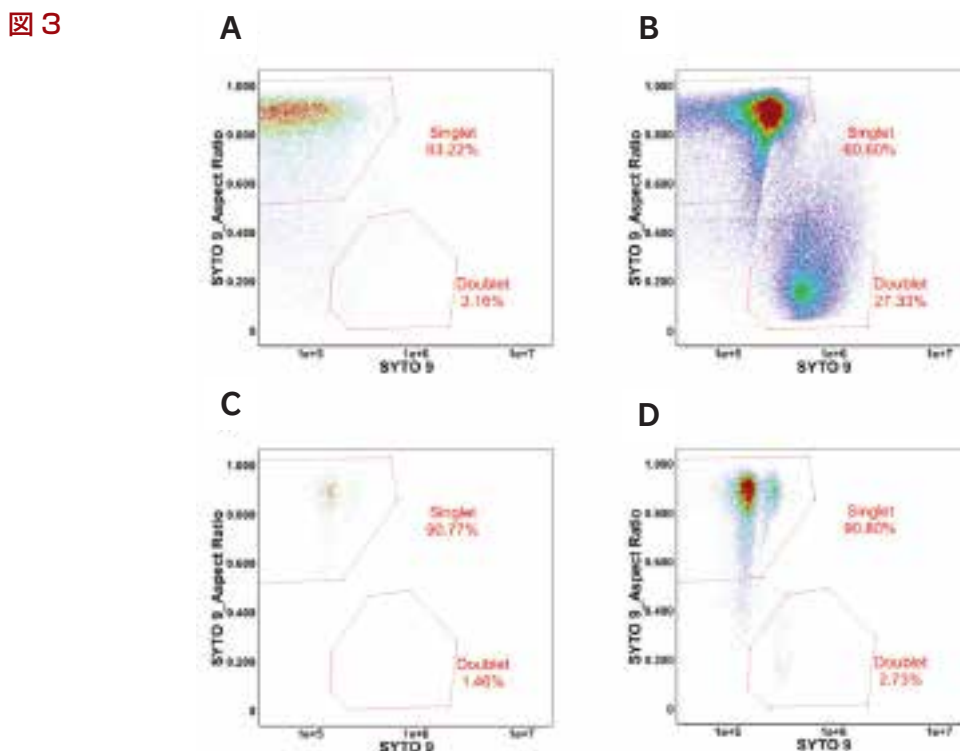

図3. ゲーティングによる細菌のダブルット除去: *E.coli* を1:1,000 (A)と1:100 (B)で希釈した場合と、*B.diminuta* を1:1,000 (C)と1:100 (D)で希釈した場合の結果を示しています。
ダブルット集団からシングルット集団を分離する能力を評価しました (図3)。*E.coli*の希釈率を1:1,000 (A)と1:100 (B)、*B.diminuta*の希釈率を1:1,000 (C)と1:100 (D)とし、蛍光強度とAspect ratioの二変量解析をしたところ、ダブルット集団とシングルット集団を分離でき、予想どおりにダブルットの頻度が細菌濃度の上昇とともに増加したことを示しています。